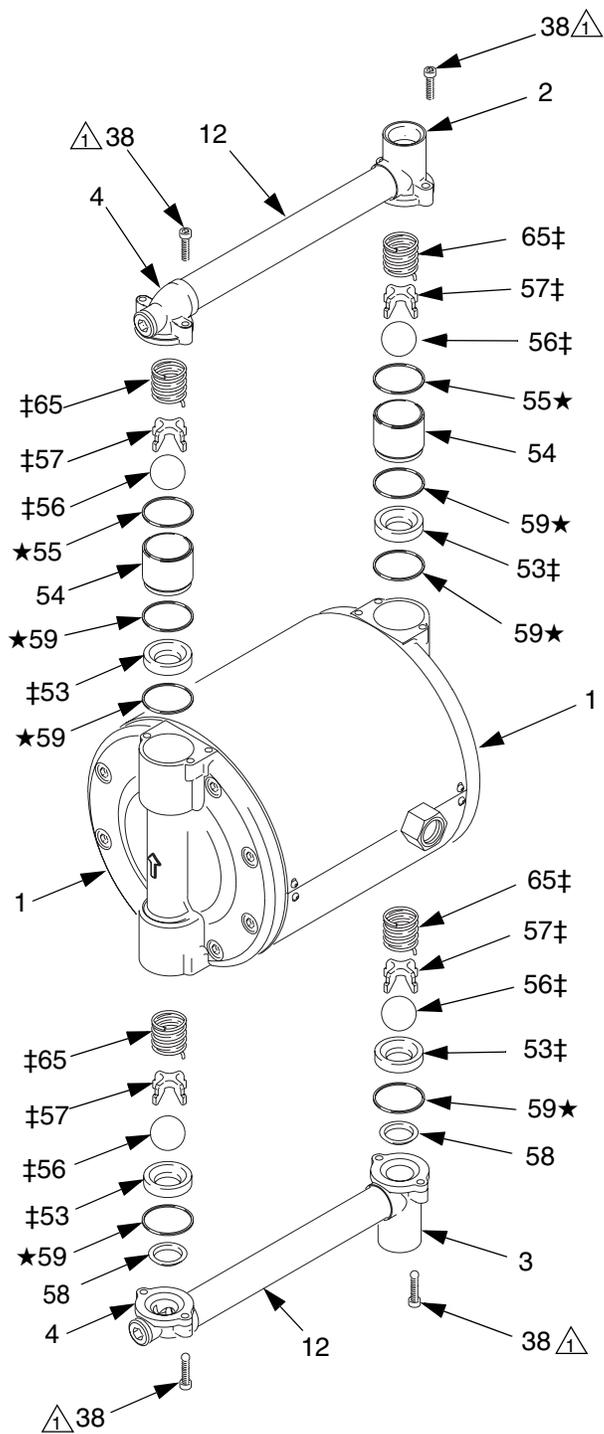

FIG. 8. Reemplace las válvulas de retención esféricas
2. Retire los tornillos (38) y saque los tubos de la bomba. Vea FIG. 8.
3. Retire los muelles (65), las guías de bola (57), y las bolas (56) de las válvulas de retención de salida (superior).
Las válvulas de retención esféricas de salida deben instalarse exactamente tal como se muestra en FIG. 8:
Las válvulas de retención esféricas de entrada deben instalarse exactamente tal como se muestra en FIG. 8: